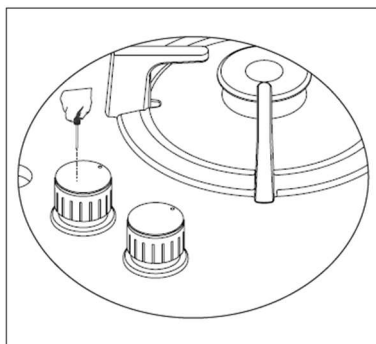
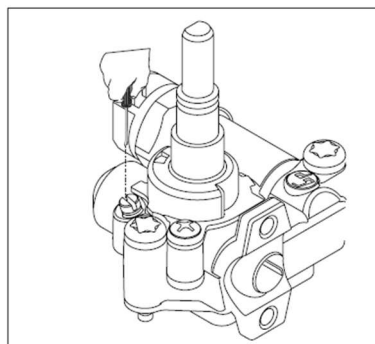

Рис. 4
Рис. 5
5. Закрепите варочную поверхность на столешнице при помощи скоб и шурупов, поставляемых в комплекте (рис.3 и рис.4).
7. Если прибор устанавливается в непосредственной близости от стен, минимальное расстояние между стеной и задней стороной прибора должно составлять 50 мм, между стеной и боковой стороной прибора — 100 мм. На рис.5 указаны размеры установки изделия (все размеры указаны в миллиметрах).
4. Выкрутите жиклер (Рис. 3) и замените на подходящий. Снимите ручку управления, соответствующую данной конфорке (Рис. 4), отрегулируйте положение регулировочного винта, который находится в центре газового крана (Рис. 5). Используйте отвертку подходящего размера.